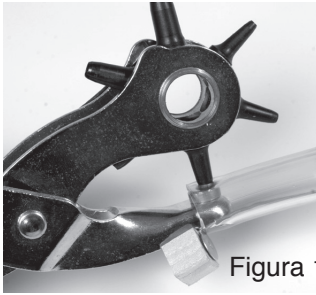

Figura 11
- 14.- Con el alicate ojetero realizar dos perforaciones, una frente la otra para colocar la anilla de llavero. Ver figura 11